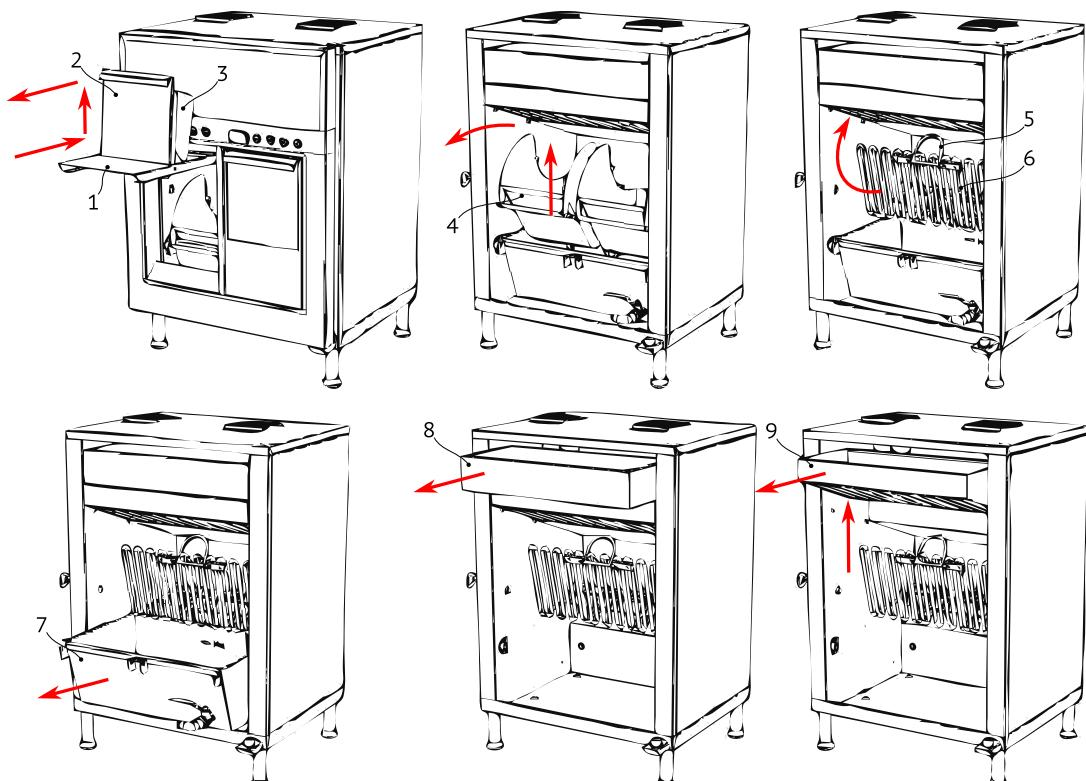

Рисунок 5
4. Поднимите заслонку (1) вверх, поднимите и выньте съёмную дверку (2) с лотком (3), см. Рис. 5.
6. Поднимите и вытащите корзины (4).
7. Возьмитесь за петлю (5) и потяните блок нагревательных элементов (6) наверх, до момента фиксации в верхнем положении.
8. Вытащите ванну (7).
9. Вытащите кассету фильтра комбинированного (8). Вытащите бумажный и угольный фильтр из кассеты.
10. Вытащите фильтр лабиринтный (9).